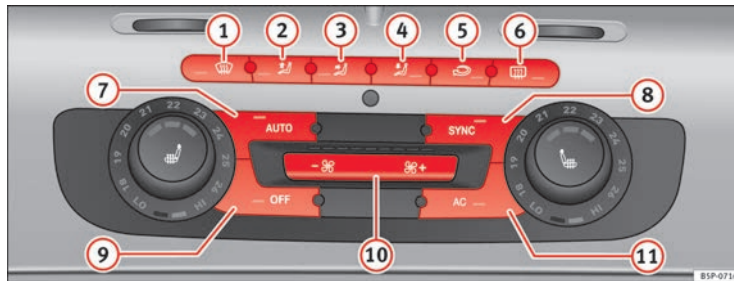

Abb. 128 In der Instrumententafel: Bedienelemente 2C-Climatronic
⇒ Abb. 128.
- Drücken Sie die Taste  ⇒ Abb. 128. Am Display des Radios wird „AUTO High“ angezeigt (hohe Gebläsestufe).
- Drücken Sie erneut die Taste  ⇒ Abb. 128. Am Display des Radios wird „AUTO Low“ angezeigt (niedrige Gebläsestufe).